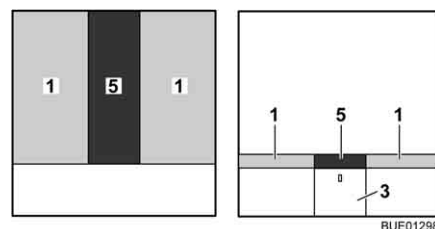

Fig. 136 Dopo la trasformazione
- Posizionare il cuscino aggiuntivo (Fig. 136,5) tra i materassi (Fig. 136,1).